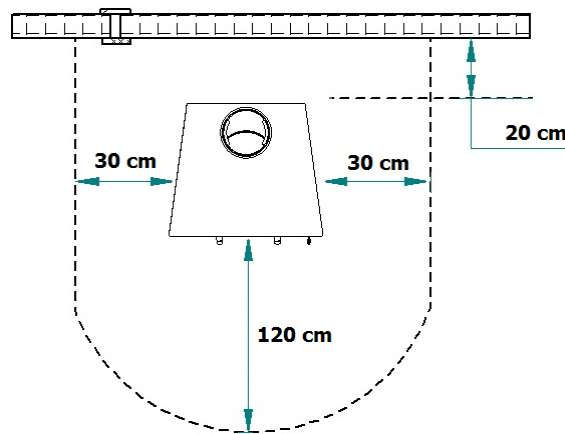

Fig. 37 – Distancias mínimas de seguridad
* Alrededor de las paredes de la estufa no deben utilizarse materiales combustibles. Debe respetar una distancia de seguridad de 20 cm con respecto a la parte trasera, 30 cm a los lados y 120 cm en la parte frontal (Fig.37).